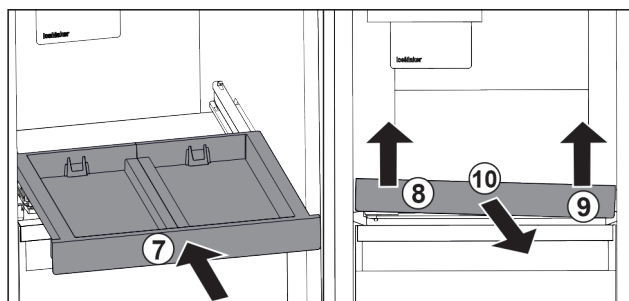

Fig. 141
- ▶ Inserire il ripiano estraibile. Fig. 141 (7)
- ▶ Sollevare il ripiano estraibile dalla parte anteriore a sinistra. Fig. 141 (8)
- ▶ Sollevare il ripiano estraibile dalla parte anteriore a destra. Fig. 141 (9)
- ▶ Rimuovere il ripiano estraibile tirandolo in avanti. Fig. 141 (10)